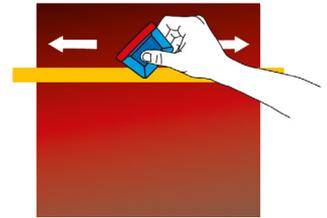

Abbildung 05
- Beginnen Sie nun mit der Anbringung der Folie mithilfe einer Raker, die zuvor mit Filz bezogen wurde. Die Raker ist in einem Winkel von 30° zur Folie zu halten. Dabei ist von der Mitte nach außen, zu den Folienrändern hin, zu rakeln. (Abb. 05)